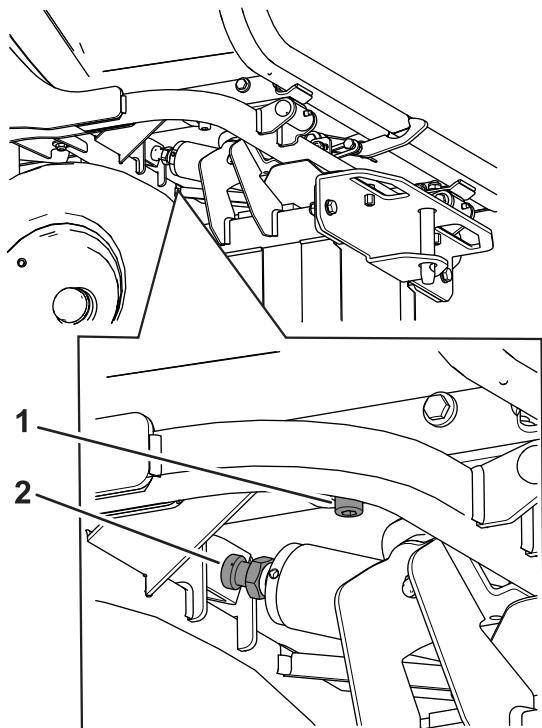

Figura 108
2. Se for necessário obter o movimento pretendido da tremonha, desaperte a porca de segurança na parte superior da barra do cilindro hidráulico (Figura 108).